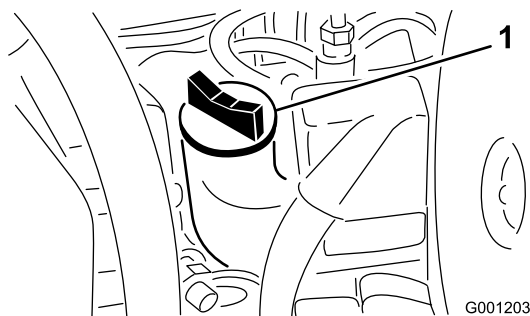

Figura 46
4. Se o nível de óleo estiver exatamente na marca ou abaixo da marca ADICIONAR na vareta, retire a tampa de enchimento de óleo (Figura 46) e adicione óleo até o nível atingir a marca CHEIO na vareta.